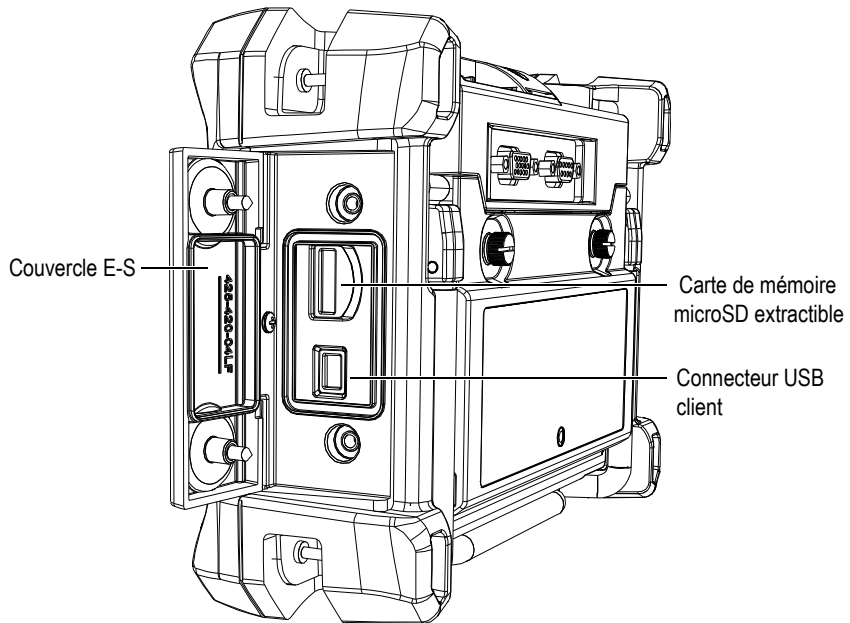

Figure 8-5 Connecteurs situés en dessous du couvercle E-S
1. Vérifiez que la carte de mémoire microSD est insérée dans la fente située sous le couvercle E-S situé sur le côté droit de l'appareil (voir la Figure 8-5 à la page 157).
1. Vérifiez que la carte de mémoire microSD est insérée dans la fente située sous le couvercle E-S placé sur le côté droit du Magna-Mike 8600 (voir la Figure 8-5 à la page 157).